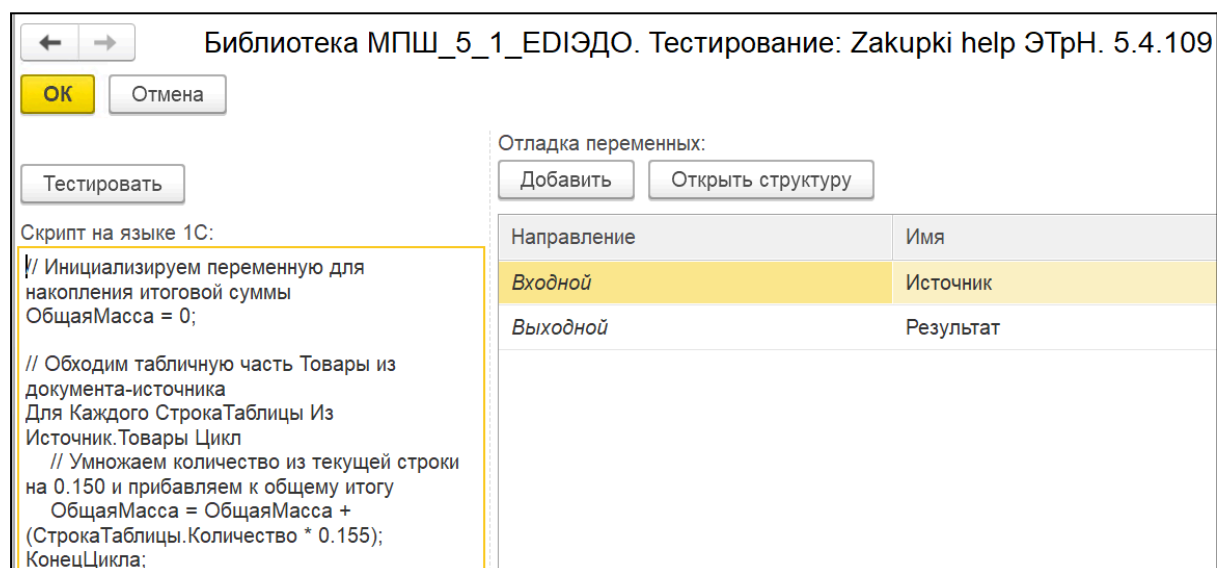

Рис. 50. Пример скрипта для поля «ПередачаГруза/МассаБрутто»
4. В поле «Скрипт на языке 1С» введите код (рис. 50). Пример скрипта: